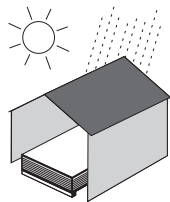

Abb. 4.
- Lagern Sie die Platten in einem trockenen, sauberen und frostfreien Raum. (Abb. 4.)